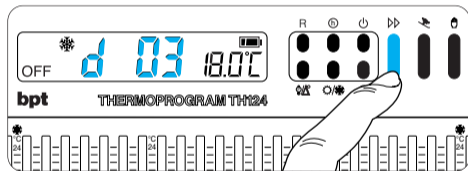

Fig. 44
**13.6** - Premere il pulsante  $\gg$  (fig. 44) sino a che non si raggiunga il numero di giorni desiderato da 1 a 99.